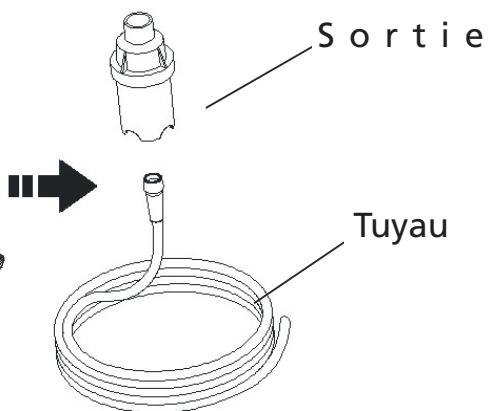

Figure 6-2
10. Installez l'autre bout du tuyau en le pressant étroitement sur le dessous du réservoir du nébuliseur (Figure 6-2).